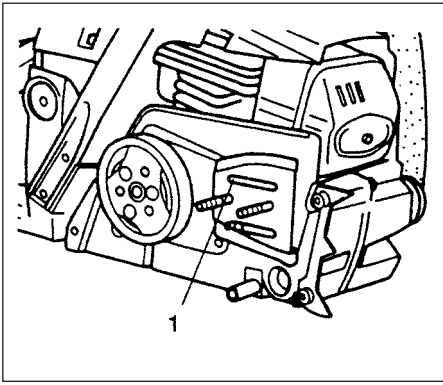

Fig.3-4
**Orifício de lubrificação (Fig. 3-4)**